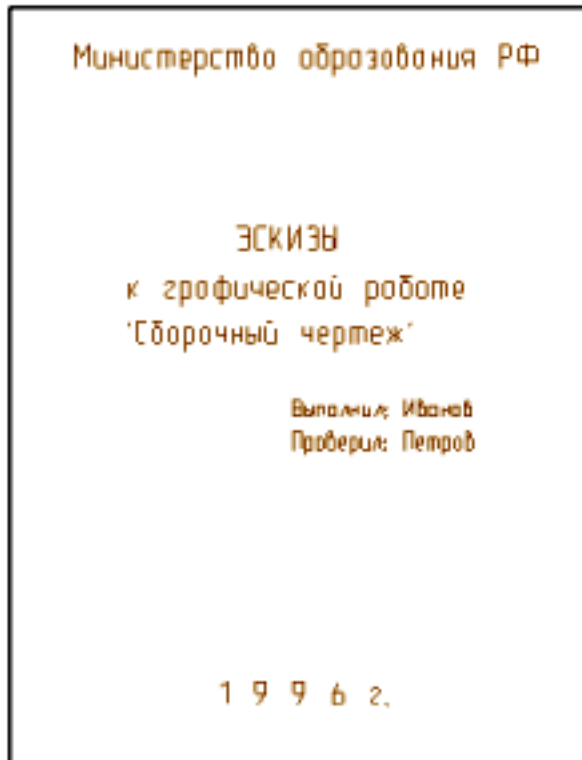

Рис.11.1. Пример оформления титульного листа.
1. Оформить титульный лист альбома эскизов (рис.11.1).